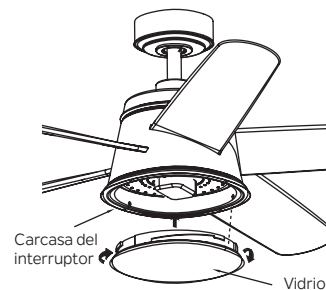

Figura 22
Paso 2. Asegure el vidrio a la carcasa del interruptor girándolo en el sentido de las agujas del reloj, gire el vidrio gradualmente hasta que encaje en la carcasa del interruptor. No apriete demasiado. (Figura 22)